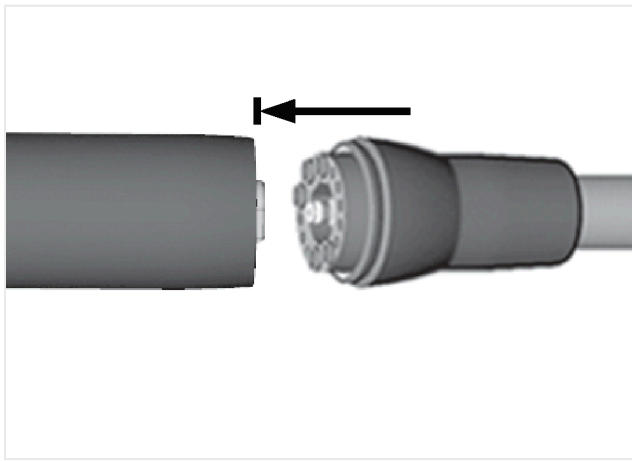

FIG. 2
1. Tilslut motoren til den proprietære slang (med stik af typen MCX) som vist i FIG. 2.